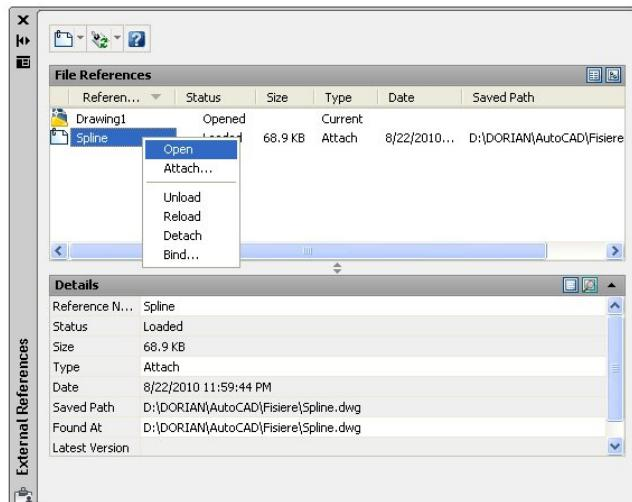

Figura 1.1.83
- Manipularea referințelor atașate unui desen se realizează prin fereastra **External Reference**, figura 1.1.83, activată din banda **Blocks & References** → paleta **Reference** → comanda  **External References**, unde: